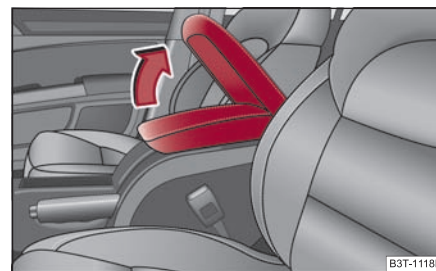

Fig. 115 Apoyabrazos: Portaobjetos
- Abra la tapa del apoyabrazos en el sentido de la flecha ⇒ fig. 115.